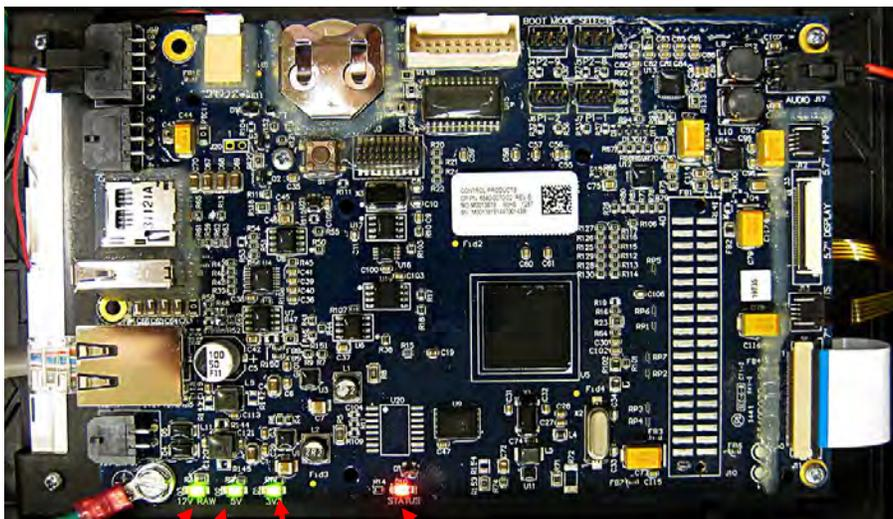

Figura 7
Per verificare che l'FQ4000 sia alimentato e che lo schermo a sfioramento funzioni, rimuovere le 2 viti che fissano il controller alla mascherina. Abbassare il controller per vedere i LED sul retro della scheda del controller. Verificare che i tre (3) LED verdi siano illuminati, il che indica che sul controller sono presenti le tensioni di 3 V, 5 V e 12 V. Questi LED devono essere sempre accesi. Premendo in un punto qualunque dello schermo a sfioramento si accenderà il LED di stato rosso (si veda la Figura 7). Il LED rosso si illumina anche temporaneamente durante l'accensione.